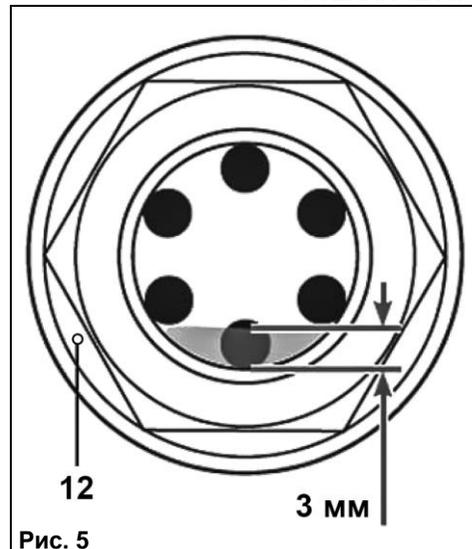

Рис. 5
10.2.2. Установите молоток в вертикальное положение и проконтролируйте уровень масла. Если уровень масла стал менее 3 мм, необходимо долить масло в резервуар, Рис. 5.